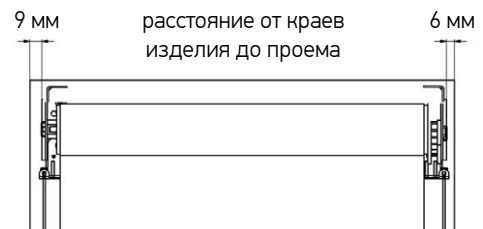

Рис. 2. Зазор между изделием и проемом
2. При монтаже изделия **с боковой фиксацией в проем** необходимо, чтобы между краем изделия и проемом со стороны управления оставался зазор не менее 6 мм, а с другой стороны – не менее 9 мм (Рис.2).